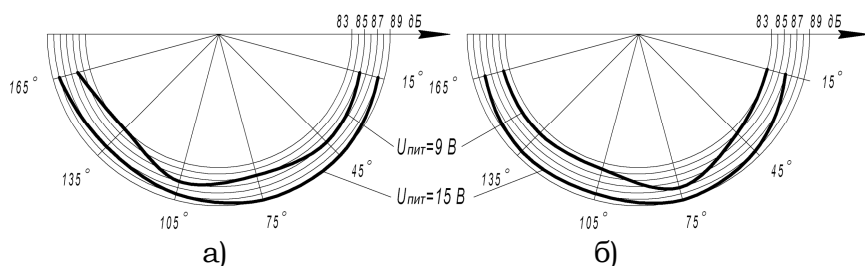

Рисунок 1 – Акустичні діаграми оповіщувача:
2.8 Акустичні діаграми спрямування оповіщувача при мінімальній і максимальній напругах живлення для робочого і для розгорнутого на 90° за годинниковою стрілкою розташування оповіщувача наведені на рис. 1.